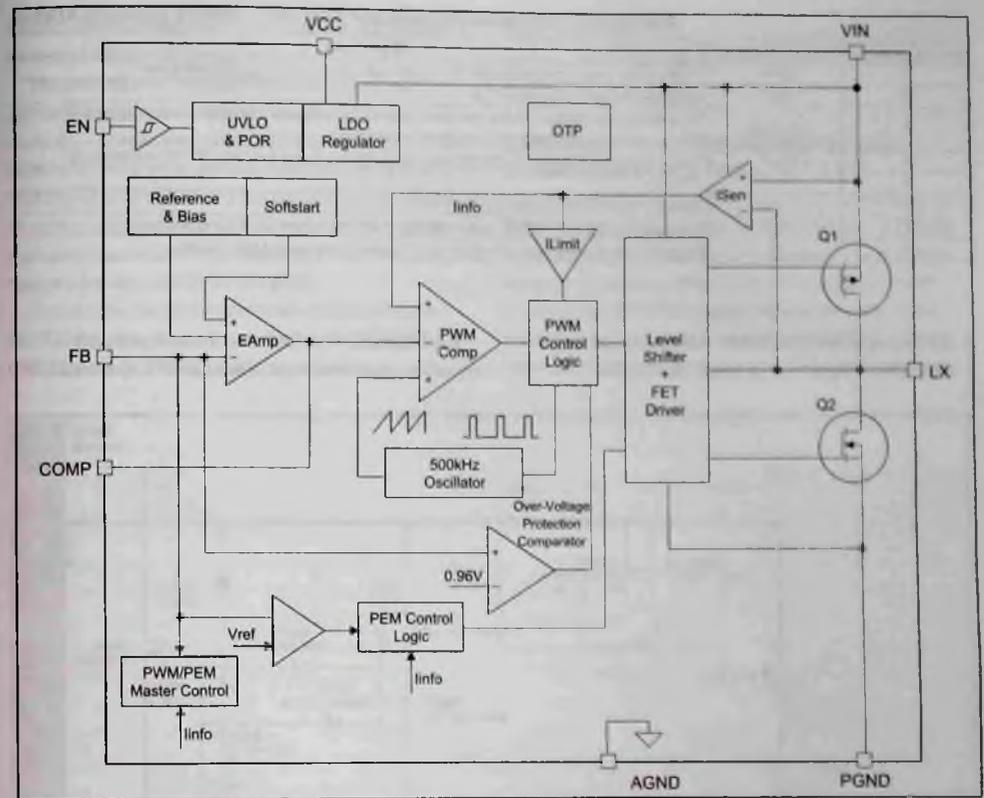

Рис. 4. Блок-схема ИМС AOZ3015AI
Блок-схема ИМС AOZ3015AI приведена на рис. 4, а назначение ее выводов в корпусе SOP-8 — в таблице 2.
- включения/выключения подсветки ON/OFF (контакт 2 CN9101), сигнал управляет ключом Q8602 Q8603 (рис. 4), коммутирующим напряжение 12 В на вывод питания VCC ИМС U8601 (высокий уровень — включение);